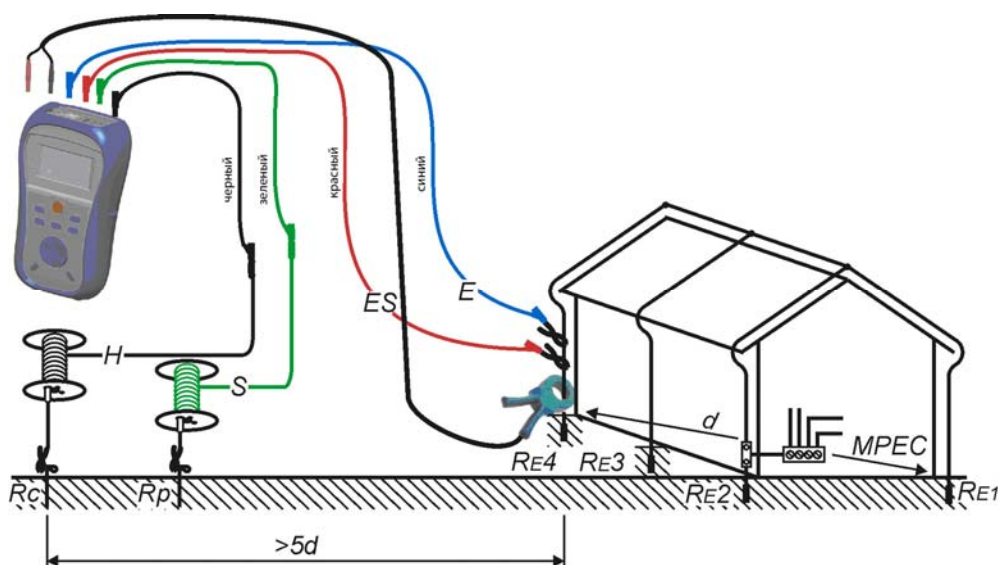

Рисунок 5.5: Измерение сопротивления отдельных заземляющих электродов
- Зонды должны быть расположены на достаточном расстоянии от объекта измерений (см. рисунок 5.5).